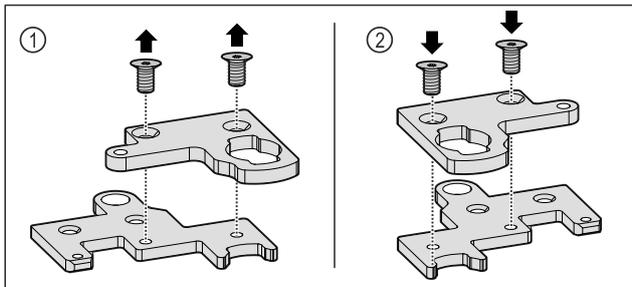

Fig. 34
- ▶ Izjauciet divdaļīgo lokāmo kronšteinu. Fig. 34 (1)
- ▶ Salieciet atkal kopā divdaļīgo lokāmo kronšteinu, pagrieztu par 180°. Fig. 34 (2)